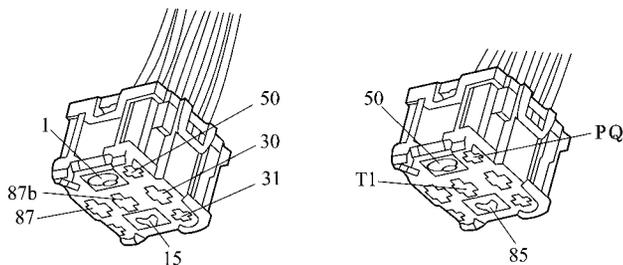

图 5 - 88 检查热起动继电器
② 检查热起动继电器 :当热车起动性能不良时,首先应检查热起动继电器。先拆下热起动节流器中如图 5 - 88 所示的线束插